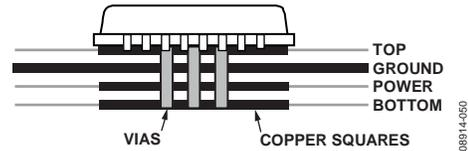

图65. 底部焊盘布局示例，侧视图
- 电路板从顶部到底部的所有层上都应有一个大小与底部焊盘相当的铜层，并且该铜层应在某处连接到专用铜板层(见图65)。